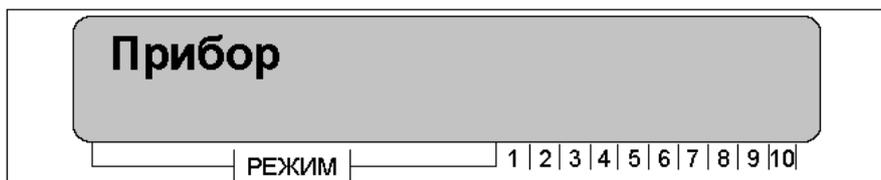

Рисунок 14
- на дисплее ЖКИ клавиатуры появится первый пункт меню **«Прибор»**, регистрация ID-номеров осуществляется в данном пункте меню, рисунок 14;